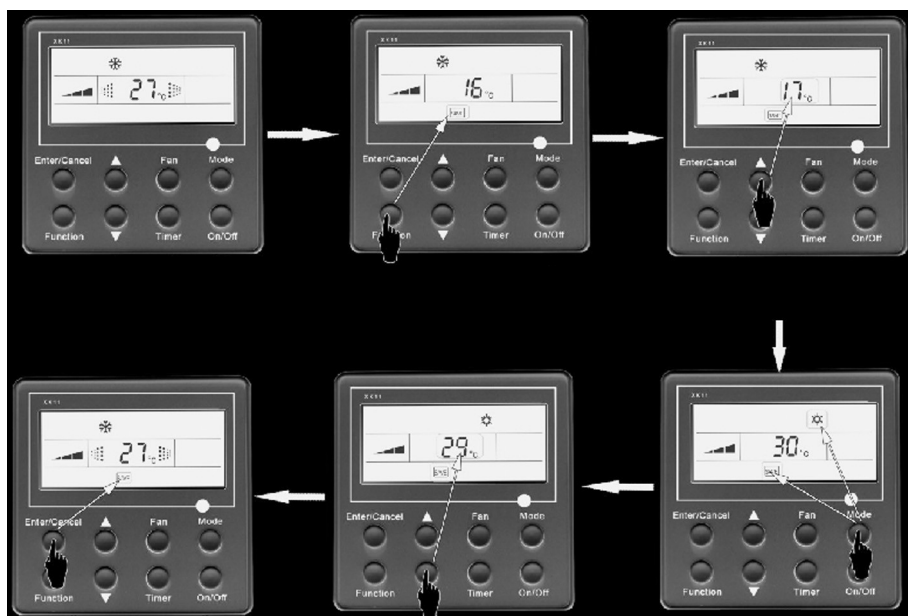

Рис. 5.9
5.2.6.2 Для включения в рабочем режиме необходимо кнопкой FUNCTION выбрать функцию Save (рис. 5.9). Затем кнопками ▲ и ▼ задать нижнее предельное значение температуры в режиме охлаждения или верхнее предельное значение в режиме нагрева и нажать кнопку Enter/Cancel для подтверждения.